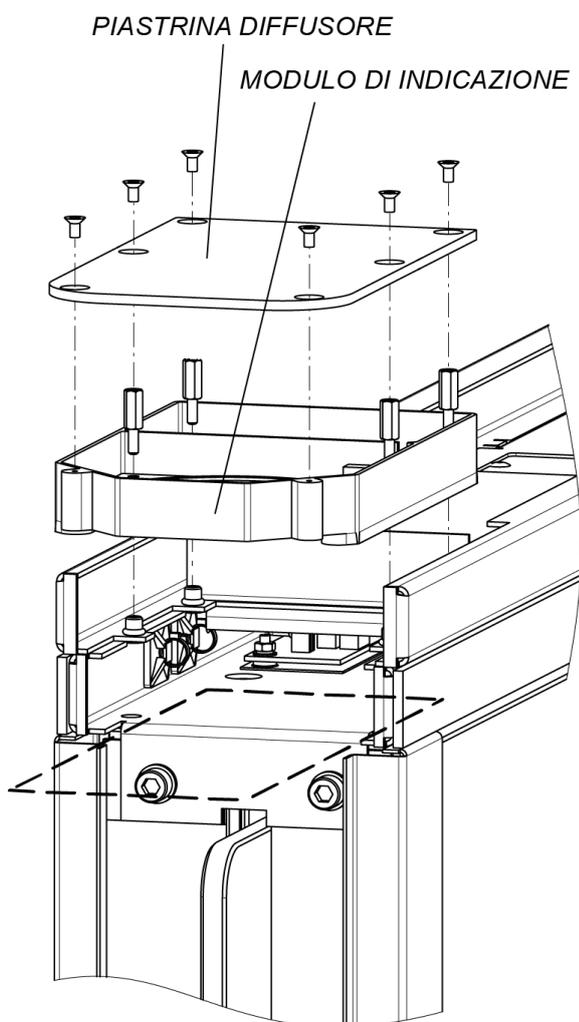
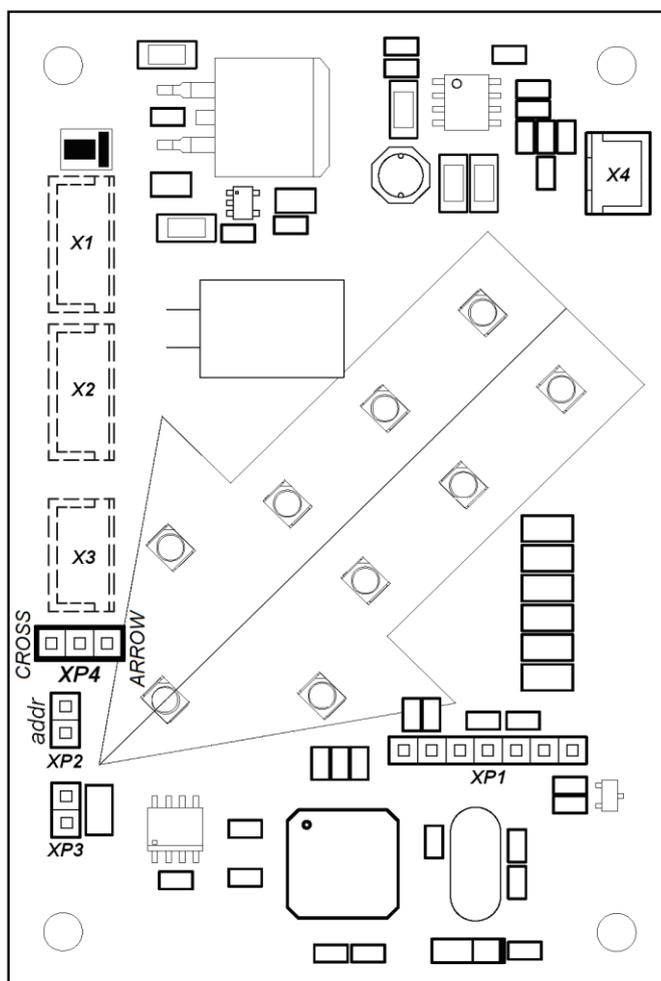

Fig. 20. Smontaggio del modulo di indicazione del coperchio
Fig. 21. Vista generale della scheda di indicazione del passaggio
25. Se è necessario - impostare anche i lettori dei card di prossimità sui ripiani speciali posizionati dentro la canalina superiore sulle testate del montante sotto i moduli di indicazione del coperchio. Per fissare i lettori usare un nastro biadesivo. Per la comodità di montaggio dei lettori è prevista la possibilità di smontaggio dei moduli di indicazione del coperchio (rif. Fig. 20, paragrafo 8.8.3). Bisogna stendere accuratamente dei cavi dei lettori attraverso la canalina superiore e il montante centrale al posto di entrata del cavo dal controller SCA usando dei luci previsti negli elementi del contenitore della sezione. Per fissare i cavi usare basette autoadesive e fascette. Non si può fissare i cavi ai cavi del cablaggio interno o alle schede di SCP e inoltre è vietato posare i cavi da quel lato delle schede dove sono posizionati dei sensori.
27. Installare dei pannelli frontali dei montanti laterali (8) nel loro posti (paragrafo 8.8.2). Dopo l'installazione controllate che il bordo superiore del pannello frontale sia allo stesso livello con il contenitore del tornello. I pannelli con il modulo di indicazione LED frontale vanno installati da quel lato delle sezioni dove si trovano i moduli di indicazione LED del coperchio, per questa operazione è necessario estrarre il cavo di collegamento dalla canalina superiore del tornello e collegarlo al modulo di indicazione LED frontale sul pannello frontale.
28. Se è necessario cambiare il tipo di indicazione sui moduli frontali dei pannelli frontali alla "croce rossa" cambiate il posto del ponticello **XP4** nel modulo di indicazione del coperchio di questa sezione (rif. paragrafo 5.2.2, 8.8.3, il posizionamento del ponticello è indicato nella Fig. 21).
Per l'accesso al modulo di indicazione del coperchio del tornello (11) è necessario precedentemente togliere il coperchio di vetro (10) dalla sezione (rif. paragrafo 8.8.7). Nel modulo di indicazione sotto la piastrina diffusore si trova la scheda di indicazione del passaggio (rif. Fig. 21), e rimuoverla.
Per l'accesso al ponticello **XP4** sulla scheda di indicazione del passaggio svitare con il cacciavite a croce PH2 due viti autofilettanti e quattro viti M3×6, che fissano la piastrina diffusore (rif. Fig. 20), e rimuoverla.
Per smontare l'unità di visualizzazione (ad esempio, con obiettivo di installare il lettore) dopo la rimozione della piastra diffusore con la chiave a tubo S5, svitate quattro supporti che fissano l'unità di visualizzazione al condotto superiore (rif. Fig. 20), poi, se necessario, rimuovete i cavi dai connettori **X1**, **X2**, **X3** in fondo a bordo dell'unità di visualizzazione (rif. Fig. 21).